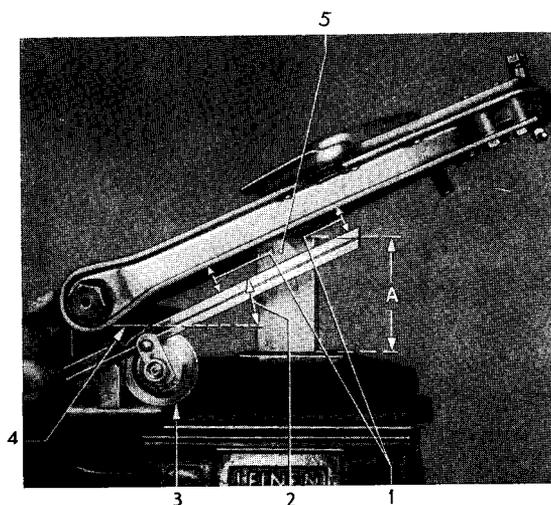
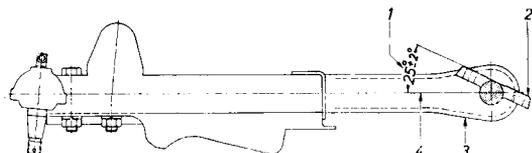

Bild 69 – Höhe des Abstandstückes festlegen
Bild 68 – Winkel zwischen unterer Lenkerachse und Lenkerarmen
5. Zum Festziehen der Gewindebuchsen müssen die Lenkerarme zur Lenkerachse in einem Winkel von $25^\circ \pm 2^\circ$ eingestellt sein (Bild 68). Es ist daher empfehlenswert, ein entsprechendes Abstandstück, z. B. Holz, zum Abstützen des Lenkers anzufertigen (Bild 69).